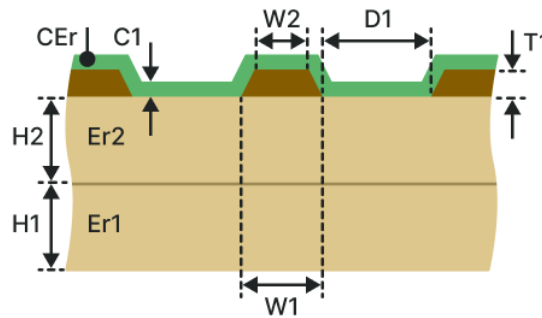

Рис. 158 Копланарная микрополосковая ЛП с маской (KMM-2H)
- Копланарная микрополосковая ЛП с маской (КММ-2H), см. Рис. 158.